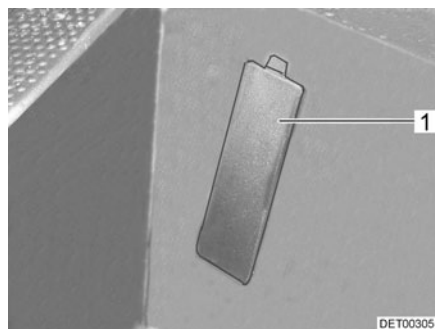

Fig. 241 Tapa del número de chasis (vehículo básico Fiat)
- ▷ En los vehículos con base de Fiat, el número de chasis se encuentra debajo de una tapa (Fig. 241,1) en la entrada del lado del acompañante.